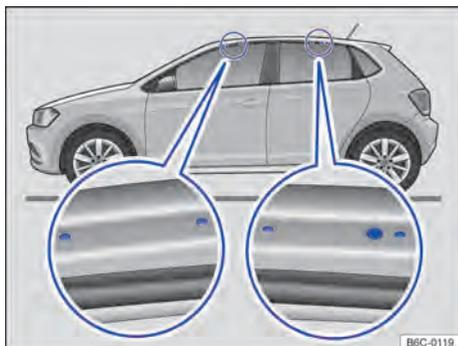

Fig. 174 Pontos de fixação dos suportes de base do bagageiro do teto (ambos os lados).
Os furos ou marcações dos pontos de fixação dos suportes de base ficam visíveis com a abertura das portas (dianteiras e traseiras) do veículo e encontram-se no lado nas vigas do teto → Fig. 174 (lupa). Os furos ou marcações para fixação atrás encontram-se no lado inferior das vigas do teto → Fig. 174 (lupa direita).
- Fixar os suportes de base somente nas marcações indicadas na figura → Fig. 174.